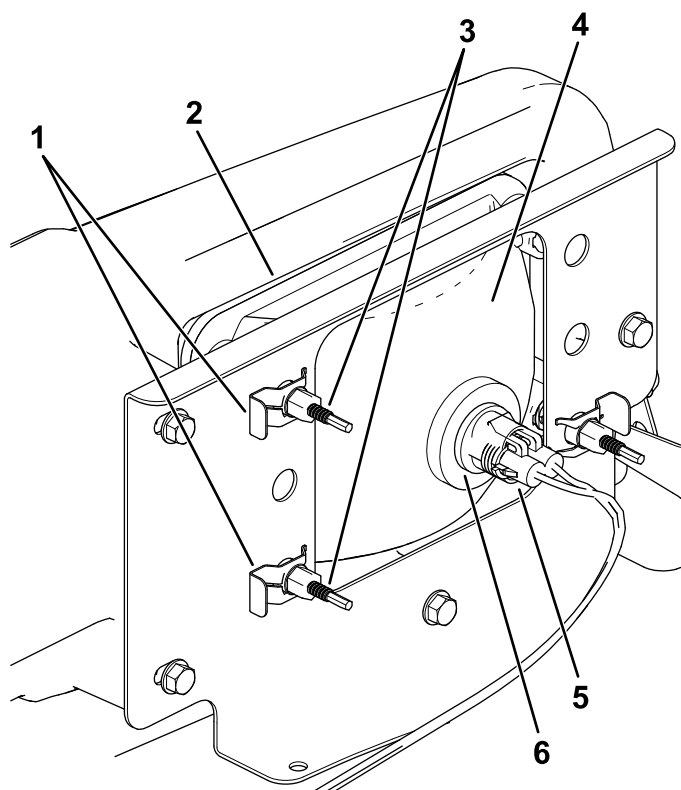

Рисунок 50
3. Отсоедините электрический соединитель жгута проводов от соединителя лампы в сборе (Рисунок 50).
- Снимите скобы под саморез, которые крепят фару к кронштейну фары (Рисунок 50).
- Снимите фару в сборе, подавая ее вперед сквозь отверстие в переднем бампере (Рисунок 50).
- Вставьте новую лампу через отверстие в бампере (Рисунок 50).
- Подсоедините электрический соединитель жгута к соединителю лампы в сборе (Рисунок 50).
- В задней части узла передней фары поверните регулировочные винты (Рисунок 50), чтобы повернуть фару и изменить положение луча.